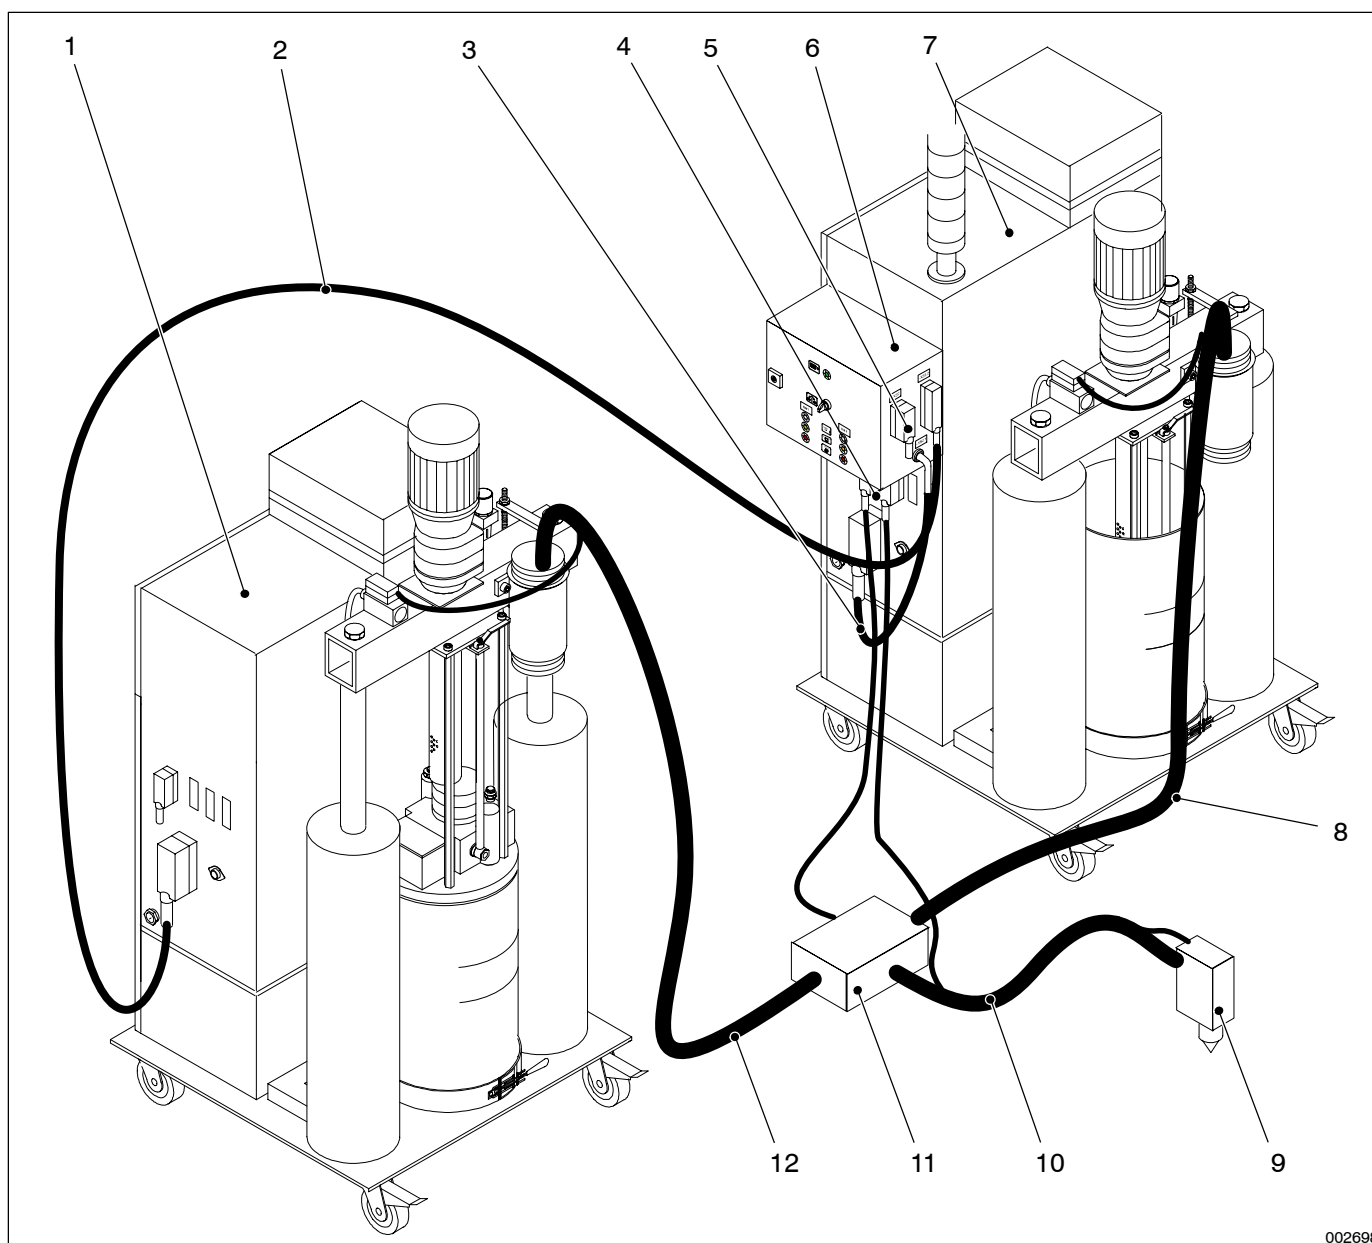

Fig. 3-1
Ligue o aparelho de comando Comutador às instalações de fusão para tambores BM1 e BM2, com os cabos de interface fornecidos. Se for necessário, ligue a interface XS2 externa (5, fig. 3-1) ao comando do cliente; em caso contrário, ligue a ficha XS2 às pontes (de origem) dos sinais. Consulte a instalação e o arranque das instalações de fusão para tambores nas instruções de operação *Instalações de fusão para tambores*.
**INDICAÇÃO:** As mangueiras aquecidas (8 e 12, fig. 3-1), das instalações de fusão para tambores BM1 e BM2 para o distribuidor, têm que ser ligadas ao conector de ficha XS10 da respectiva instalação. O distribuidor (11, fig. 3-1), a mangueira aquecida para a cabeça de aplicação (10, fig. 3-1) e a cabeça de aplicação (9, fig. 3-1) têm que ser ligados aos conectores de ficha XS12 e XS13.